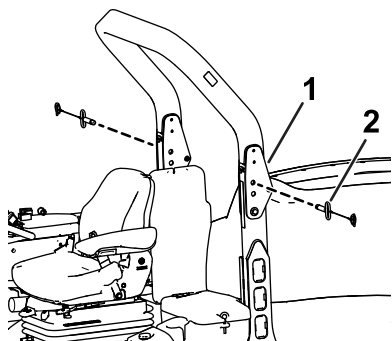

図 1
6. ROPS の左右両側からロックピンを抜き取る 図 1。